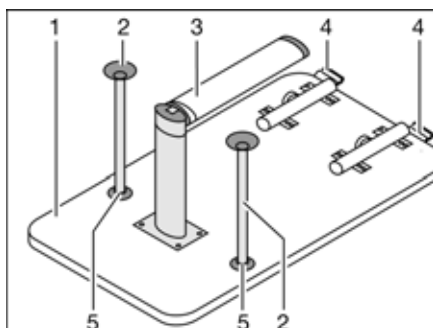

Bild 98 Sängbotten
- Lyft upp bordsskivan (Bild 98,1) ca 45° framtill.
- Fäll upp den nedre delen av det ledade stödbenet (Bild 98,3) 90°. Dra då, beroende på modell den nedre delen av det ledade stödbenet nedåt eller tryck på låsknappen.
- Tryck på låsknappen på låset (Bild 98,4).
- Sätt, beroende på modell, in de två extra stödbenen (Bild 98,2) i fästena (Bild 98,5) på bordsskivans undersida.